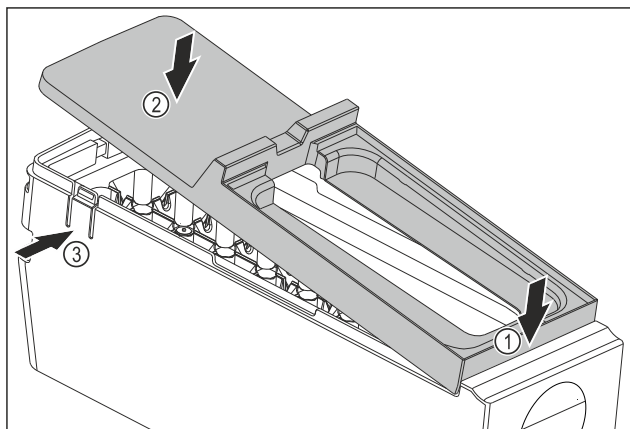

Fig. 174
- Monter le couvercle du corps de l'EasyTwist-Ice : Placer le couvercle à l'avant. Fig. 174 (1)
- Abaisser le couvercle à l'arrière. Fig. 174 (2)
- L'enclenchement du couvercle dans les deux languettes Fig. 174 (3) se fait entendre.